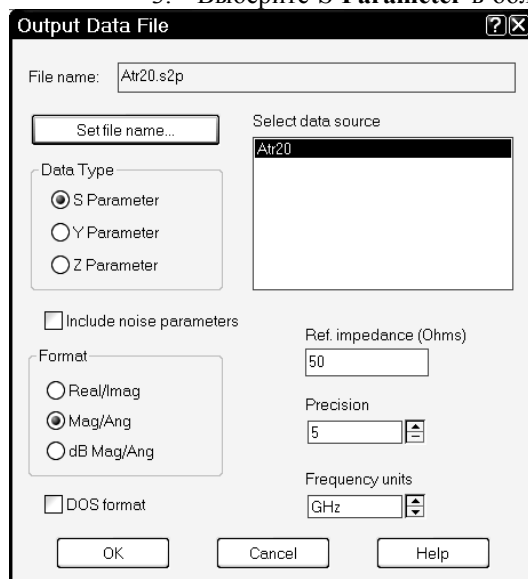

Рис. 5.51
2. Выберите **Add Port Parameter File** (Добавить файл параметра порта), откроется окно **Output Data File** (Выходной файл данных), показанное на рис. 5.51.